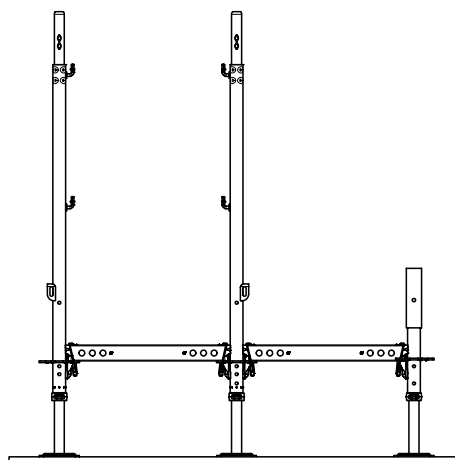

Abb. B2.02
* Alternativ mit innenliegendem Durchstieg und Leiter möglich. (Abb. B2.02)